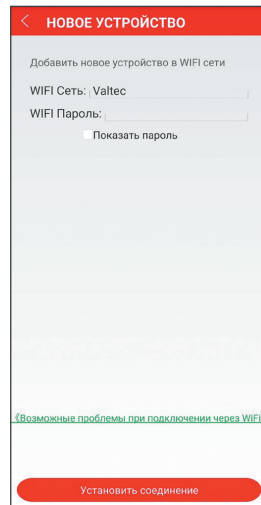

Рис. 9
8.3.2. В появившемся окне «Новое устройство» в поле «WiFi Сеть» определяется название используемой сети. В поле «WiFi пароль» необходимо ввести пароль для подключения к сети. Нажмите кнопку «Установить соединение» внизу экрана (рис. 9). При корректном подключении символ  на дисплее